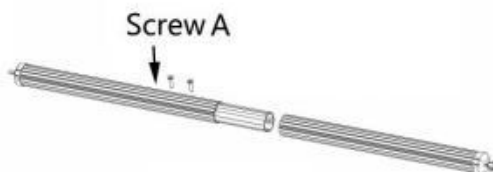

Figure C7
3.4.1 Estrarre il tubo avvolgitore della tenda da sole e i relativi tubi di collegamento interni, unirli come mostrato in figura e fissarli con le viti autofilettanti A per formare un insieme completo. (Figura C7)